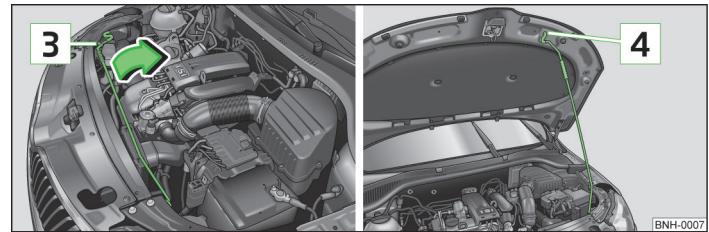

Abb. 133 Motorraumklappe sichern
- Die Klappenstütze aus der Halterung **3** » Abb. 133 in Pfeilrichtung nehmen und die geöffnete Klappe sichern, indem das Ende der Klappenstütze in die Öffnung **4** gesetzt wird.
- Die Motorraumklappe etwas anheben und die Klappenstütze aushängen. Die Klappenstütze in die dafür vorgesehene Halterung **3** einsetzen » Abb. 133.